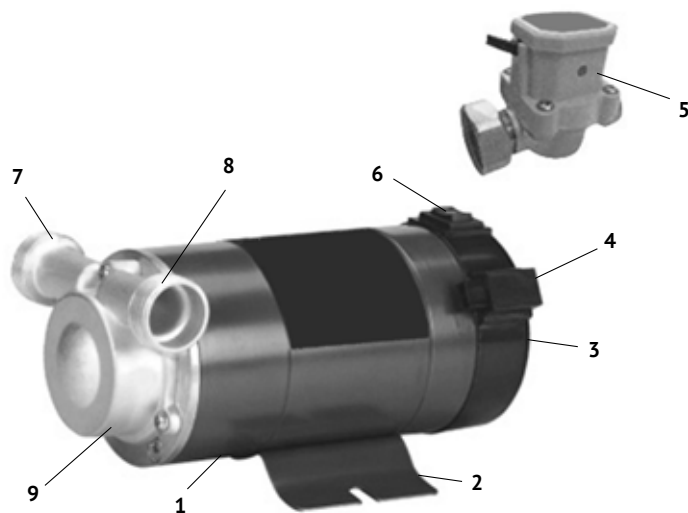

рис. 1
2.4 Общий вид насоса представлен на рис.1
- реле потока (рис.1 поз.5) устанавливается в магистрали последовательно,
как непосредственно перед насосом, а чаще на нагнетательный патрубок (рис.1 поз.8) насоса;
- необходимо выполнять установку так, чтобы исключить попадание воды на двигатель и блок управления (рис.1 поз.3).
**Внимание!** При подключении насоса к водопроводу проверьте правильность соединения и направление потока, обозначенного стрелкой на корпусе двигателя (рис.1 поз.1).
**Внимание!** Не допускайте соприкосновения силового кабеля с трубопроводом, корпусом насоса (рис.1 поз.9) или двигателя.